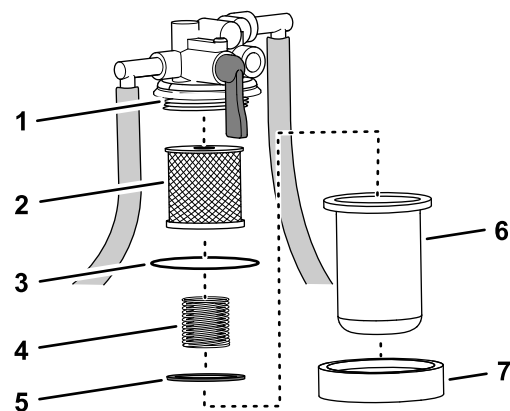

図 71
3. 燃料フィルタボウルの下に回収容器を置き、ボウルのナットを外してフィルタヘッドからボウルを外す 図 71。
2. フィルタヘッドにエレメントを取り付ける 図 71 フィルタ・エレメントの取り外し (ページ 51) を参照。
3. スプリングとフロートをボウルに組み付ける 図 71 フィルタ・エレメントの取り外し (ページ 51) を参照。
4. フィルタヘッドにボウルとナットを取り付けてナットを手締めする 図 71 フィルタ・エレメントの取り外し (ページ 51) を参照。